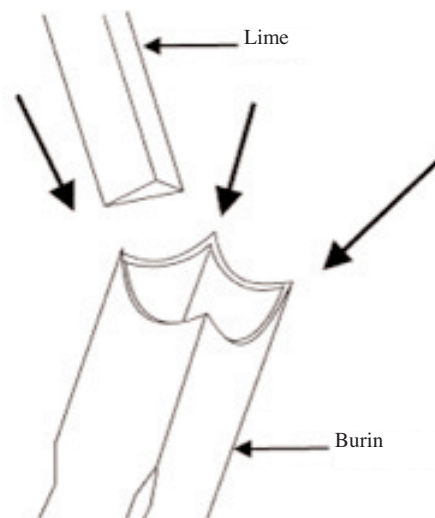

Figure 9
3. Utilisez une petite lime triangulaire pour dépouillez les angles intérieurs du burin. Voir Figure 9.